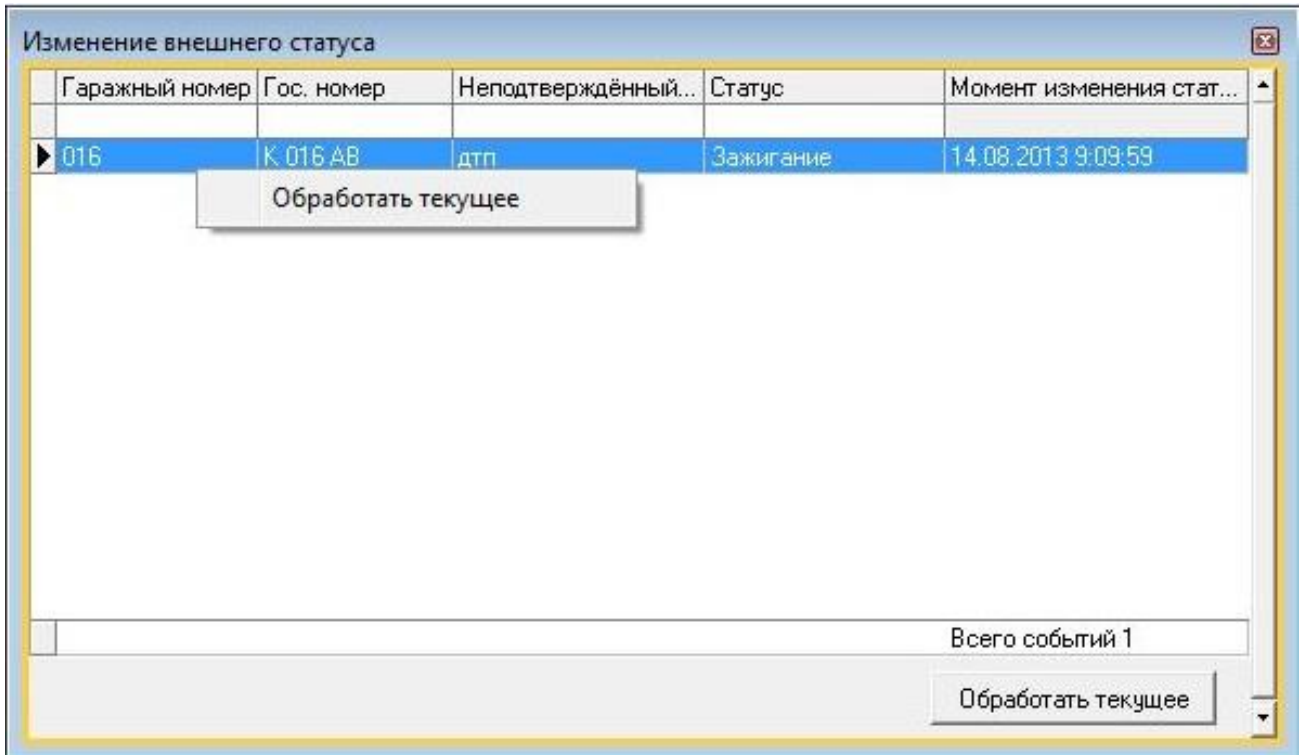

Рисунок 138 – Форма «Изменение внешнего статуса» при ответе оператора водителю
- 4 При поступлении данных в Программу с новым значением «Внешнего статуса» Программа отображает форму «Изменение внешнего статуса» (см. Рисунок 138).